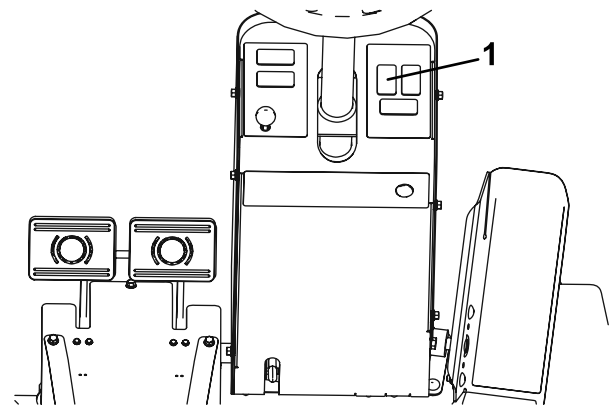

Bild 2
2. Drücken Sie die Blende von der Unterseite des Armaturenbretts an der Lenksäule aus dem Loch, das in Bild 2 abgebildet ist.